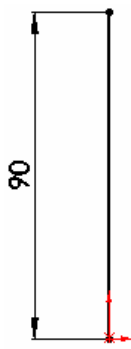

图 4-71 绘制路径草图
❶ 设置基准面。在左侧的“FeatureManager 设计树”中用鼠标选择“前视基准面”作为绘制图形的基准面。
❷ 绘制路径草图。选择菜单栏中的“工具”→“草图绘制实体”→“直线”命令，以原点为起点绘制一条长度为 90 的竖直中心线。结果如图 4-71 所示，然后退出草图绘制状态。